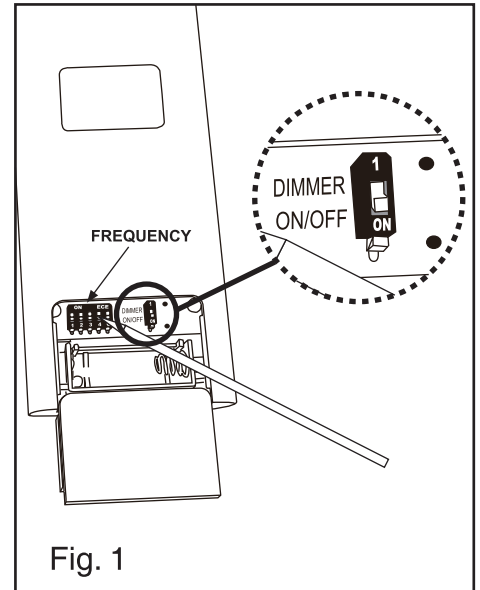

Fig. 1
**NOTA:** El sistema Control® de Aire para estos ventilador de motor CC está equipado con una función de hater memoria de frecuencia que tiene 32 combinaciones de códigos para evitar la interferencia potencial de otras unidades remotas. La frecuencia en sus unidades de Receptor y Transmisor ha sido preestablecida en fábrica. (Fig.1) No es necesario cambiar la frecuencia; en caso de que desee instalar otro ventilador de motor Minka Aire CC dentro de la misma casa o área con un código de frecuencia separado, consulte la sección de solución de 'ajustar frecuencia' de este manual de instrucciones para aprender cómo cambiar la frecuencia.